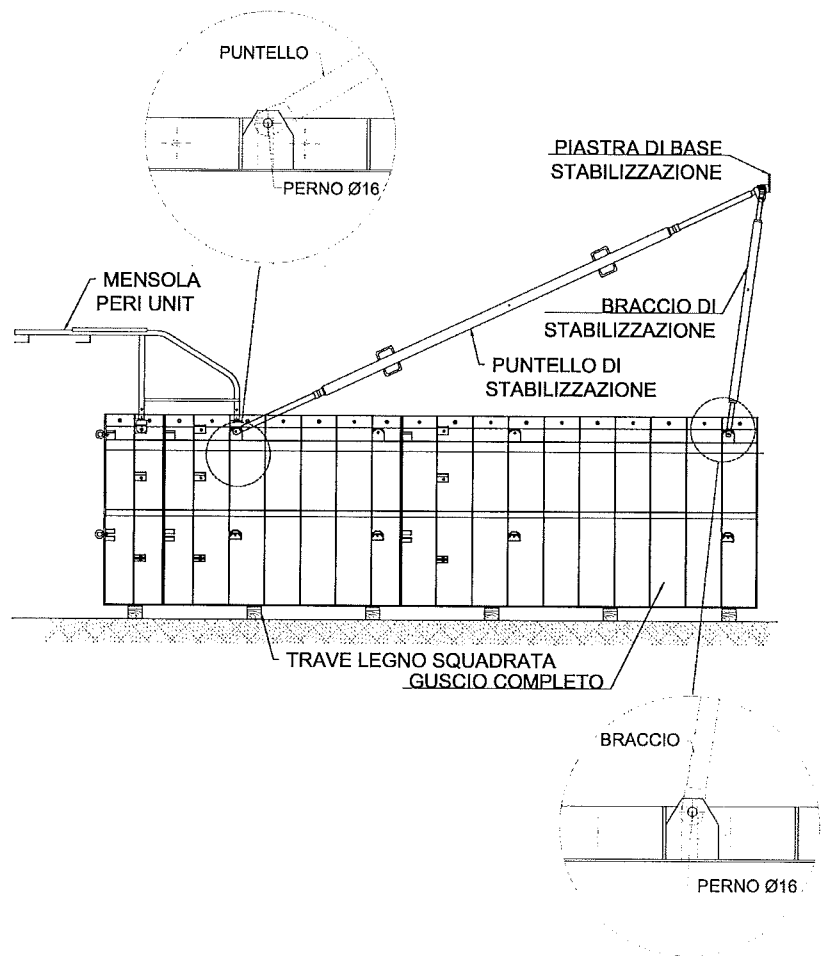

Fig.8
1. Quando il guscio è completamente montato, posizionato in orizzontale su un idoneo piano d'appoggio con la concavità verso il basso, sollevare e posizionare ognuno dei puntelli e dei bracci di stabilizzazione e fissarli al modulo di competenza tramite gli specifici attacchi a perno diametro 16 mm e spina elastica (Fig.8).